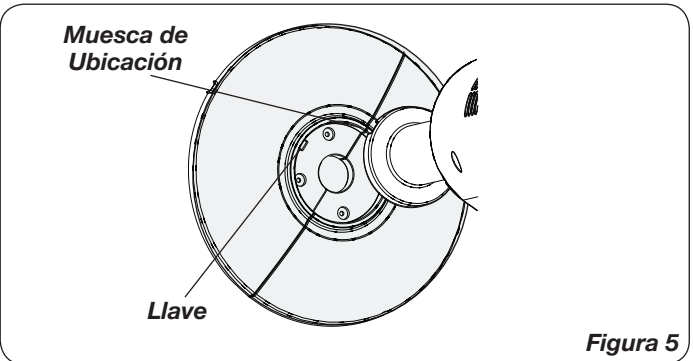
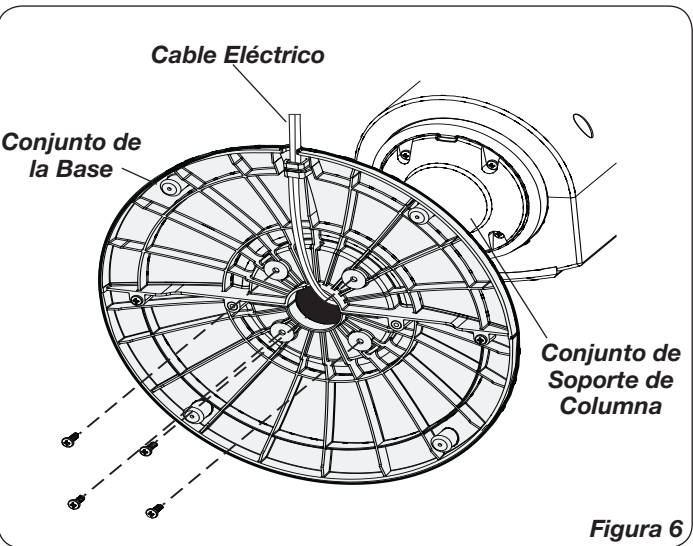

Figura 5
Figura 6
5. Alinee el **Conjunto de la Base** con el **Conjunto de Soporte de Columna**. Cerciórese de que la **Muesca de Ubicación** en el **Conjunto de Soporte de Columna** quede alineada con la **Llave** en el **Conjunto de la Base** (*Figura 5*). Una el **Conjunto de la Base** al **Conjunto de Soporte de Columna** con (4) tornillos M5 X 13 mm. Jale suavemente el **Cable Eléctrico** para que no quede holgado, y colóquelo en el **Canal Para Cable** del **Conjunto de la Base**. (*Figura 6*)